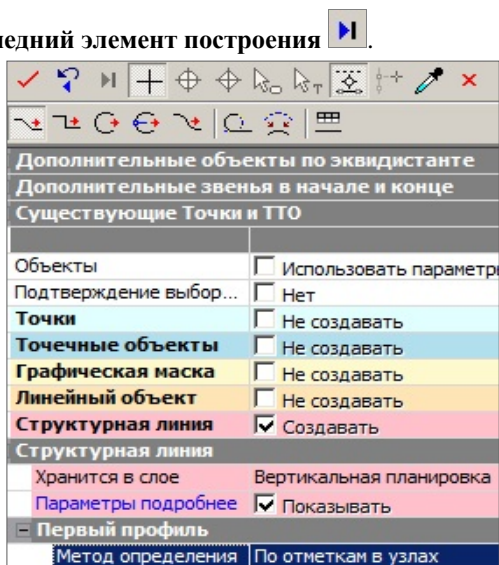

Рис. 6.27
- Настройки создания первого профиля оставьте без изменений (рис. 6.27).